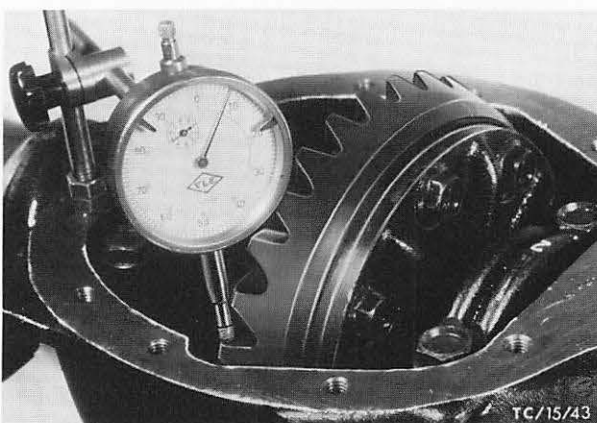

Abb. 88 Taststift der Meßuhr rechtwinklig auf einen Zahn des Tellerrades setzen
41. Taststift der Meßuhr senkrecht – d.h. im rechten Winkel zur Zahnflanke – auf einen Zahn des Tellerrades setzen, Abb. 88. Zahnflankenspiel an vier Stellen messen (Tellerrad um jeweils zwei Schraubenköpfe weiterdrehen). Abweichungen im Zahnflankenspiel dürfen 0,05 mm nicht überschreiten. Druckspindel in das andere Achsrohr einführen und langsam einschrauben, bis ein Zahnflankenspiel von 0,01 mm gemessen wird.